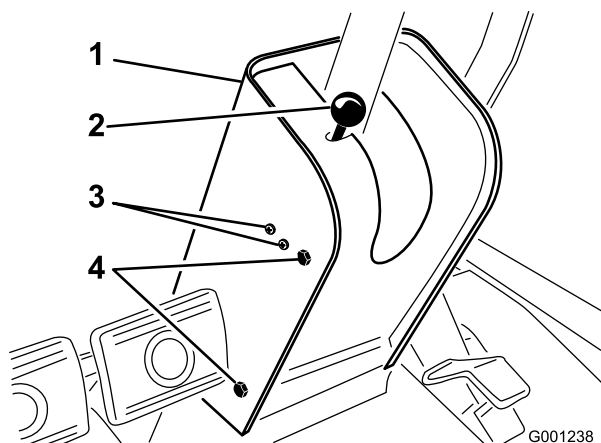

Figura 60
2. Retire o botão da barra do travão de mão e os parafusos da cobertura da coluna de direcção (Figura 60).
4. Desaperte os parafusos e porcas que fixam o interruptor do travão de mão ao lado esquerdo da coluna de direcção (Figura 60).